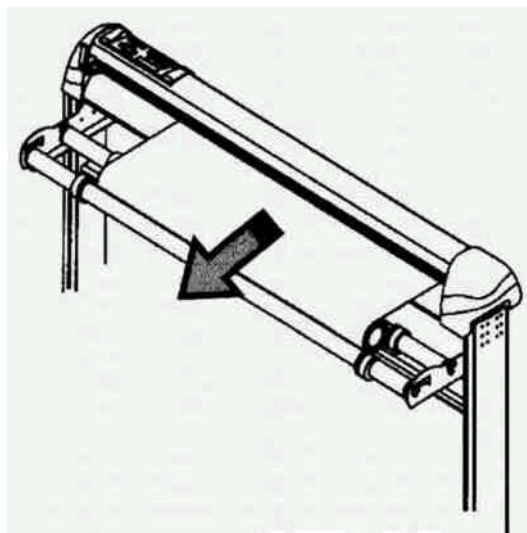

Рисунок 2-26
4. Затем для равномерного натяжения пленки по всей ширине рулона, проверните рулон вниз (рис.2-26).